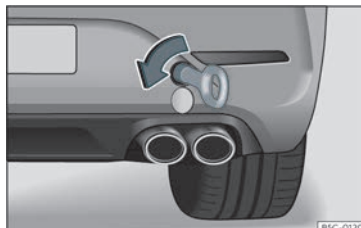

Fig. 46 No lado direito do para-choques traseiro: argola de reboque enroscada.
- Enrosque a argola de reboque no alojamento girando-a ao máximo **no sentido contrário ao dos ponteiros do relógio** »»» Fig. 46 »»» ❶. Utilize um objeto adequado com o qual possa enroscar completa e firmemente a argola de reboque no seu alojamento.